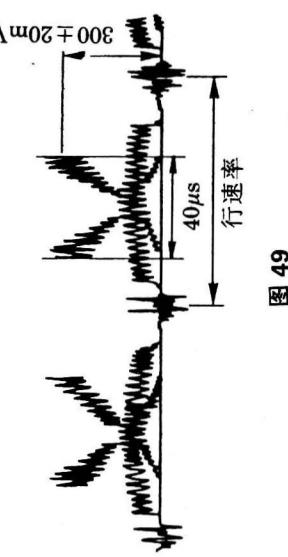

图 49
② 示波器连接 TP1 和 B302 脚 12（行速率）；
③ 调节摄像部分，以获得 40μs，如图 49 所示；
④ 调节自动光圈控制（VR301），使信号电平为 0.30V ± 0.02Vp-p。
② 示波器连接 TP1 和 B302 脚 12；
④ 调节 AFC 控制（VR301），使信号电平为 0.30V ± 0.02Vp-p。
- (2)PLL 频率调整